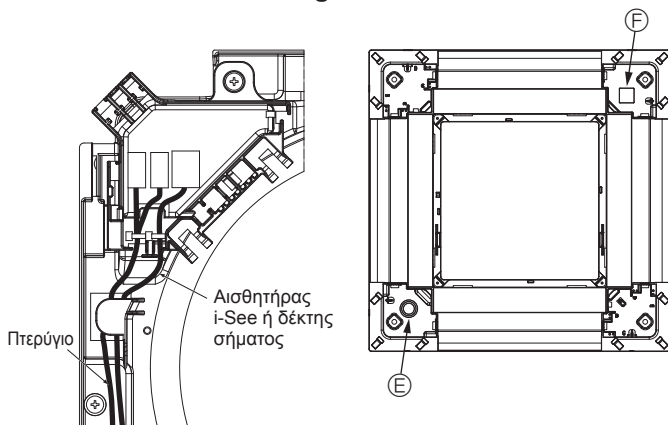

Fig. 10-13
- Περάστε τα σύρματα του αισθητήρα i-See και του δέκτη σήματος όπως φαίνεται στην Fig. 10-13.